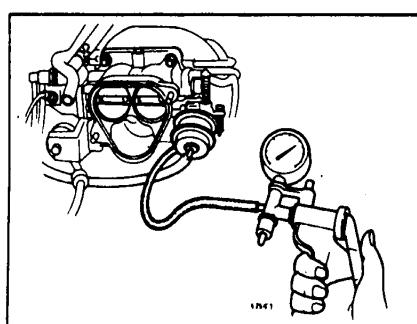

Рис. 19 Проверка диафрагмы сдвоенной заслонки (автоматическая коробка)
- Отсоедините вакуумный шланг от диафрагмы (рис. 19) и создайте разряжение в 460 мм рт. ст.